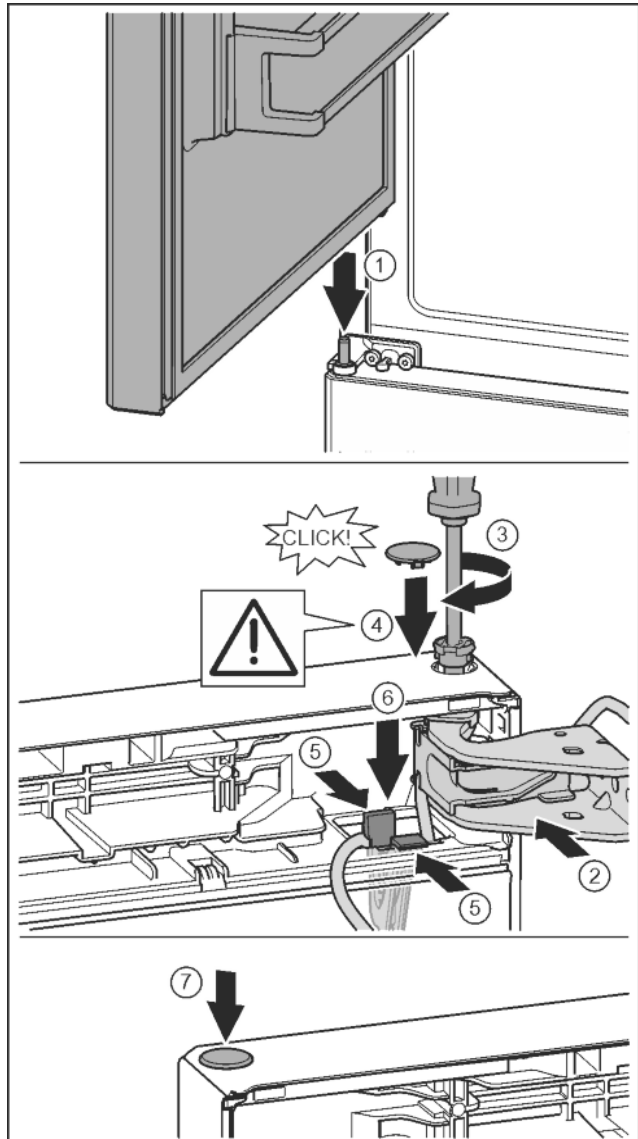

Fig. 35
- ▶ Horní dveře usadte na prostředním ložiskovém čepu. Fig. 35 (1)
- ▶ Dveře nahoře vyrovnejte s otvorem ve stojanu ložiska. Fig. 35 (2)
- ▶ Vložte čep a pevně jej utáhněte šroubovákem T15. Fig. 35 (3)
- ▶ K zajištění dveří namontujte bezpečnostní kryt: Bezpečnostní kryt nasadte a zkontrolujte, zda přiléhá na dveře. V opačném případě čep zcela zasuňte. Fig. 35 (4)
- ▶ Držák s upevněným kabelem vložte do otvoru. Přitom musí lamela s delším otvorem ukazovat dopředu. Fig. 35 (5)
- ▶ Tlačte držák dolů, až lamela zapadne. Fig. 35 (6)
- ▶ Vložte zátku. Fig. 35 (7)